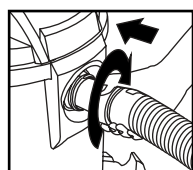

FIGURA 28
36. Vuelva a insertar la manguera dentro de la entrada y ajuste la tuerca de fijación. **FIGURA 28.**